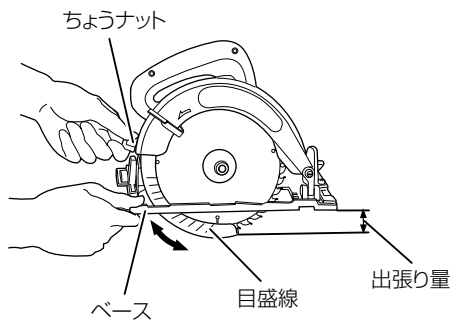

図 16
- ベースとこの刃とが直角になっているときは、保護カバーの目盛を利用して切込み深さが調整できます(図 16)。例えばベースの底面を45(1.5)の目盛線に合わせると、そのときの切込み深さは約45mm(1寸5分)になります。目盛線は3mm(1分)ごとについています。